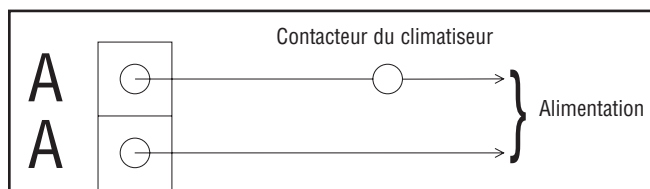

Figure 5 — Bornes "A-A"
2. Les bornes « A-A » du module de commande servent à la commande du contacteur du climatiseur. Les contacts sont branchés en série au circuit de commande du contacteur du climatiseur (figure 5).